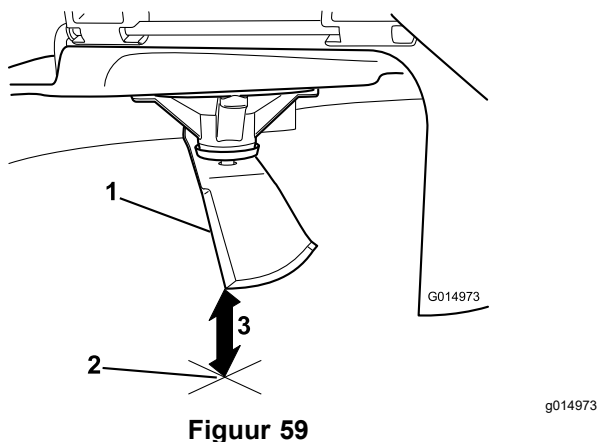

**Figuur 58**
4. Draai hetzelfde mes 180 graden, zodat de maairand aan de andere kant nu in dezelfde stand staat (Figuur 58).